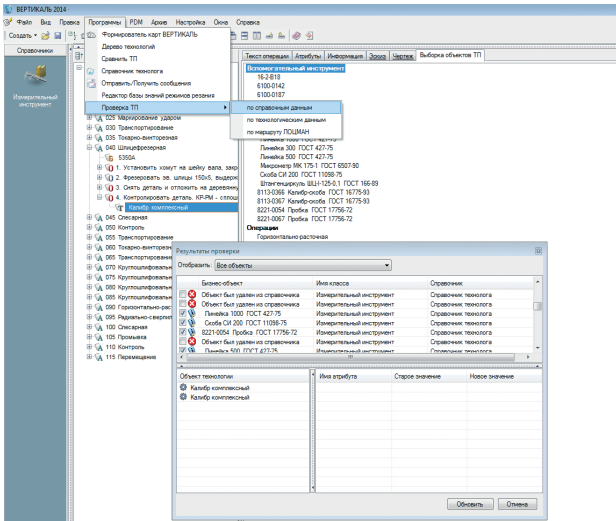

Рис. 5. Проверка ТП по справочным данным
- по справочным данным, что является удобным механизмом при актуализации и пересмотре ТП, поскольку позволяет выявить удаленные, измененные и не применяемые объекты НСИ (рис. 5);